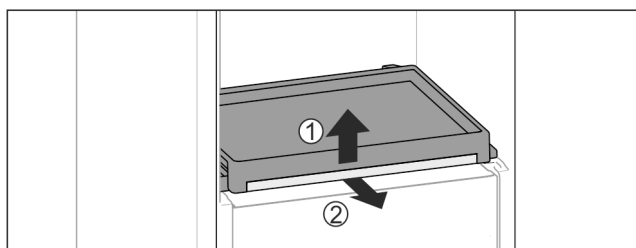

Fig. 31
- ▶ Izvadite izvlačni pretinac sa staklenom pločom: Staklenu ploču s prednje strane lagano podignite Fig. 31 (1) i izvučite prema naprijed Fig. 31 (2).